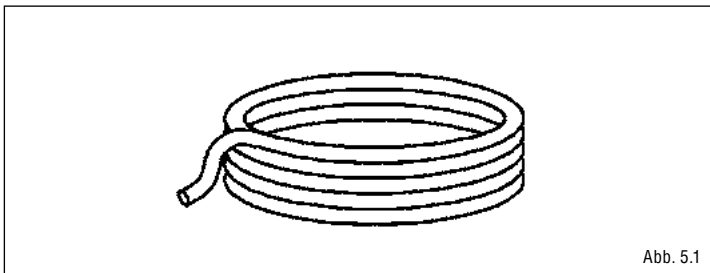

Abb. 5.1
a) Legen Sie die Rahmenpolsterung (2) mit den Warnhinweisen nach oben auf das Trampolin, so dass die Federn und der Stahlrahmen bedeckt sind. Vergewissern Sie sich, dass die Rahmenpolsterung alle Metallteile bedeckt. Legen Sie die elastischen Zugbänder (Abb. 5.1) aus, sodass jedes zweite Band über einen Beinstützen geführt wird.